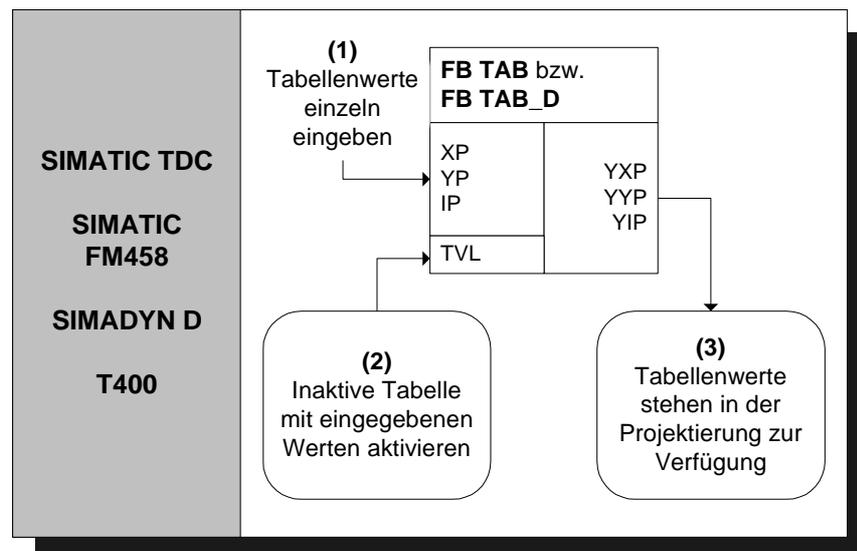

Bild 3-68 Prinzipielle Vorgehensweise im "Handbetrieb"
- **Handbetrieb:** d.h. die Tabellenwerte werden direkt über eine Online-Schnittstelle (z.B. CFC im Testmodus) am Baustein eingegeben oder mittels Teach-in aus dem Programm heraus an den Baustein weitergegeben. (Vgl. Bild 3-68)